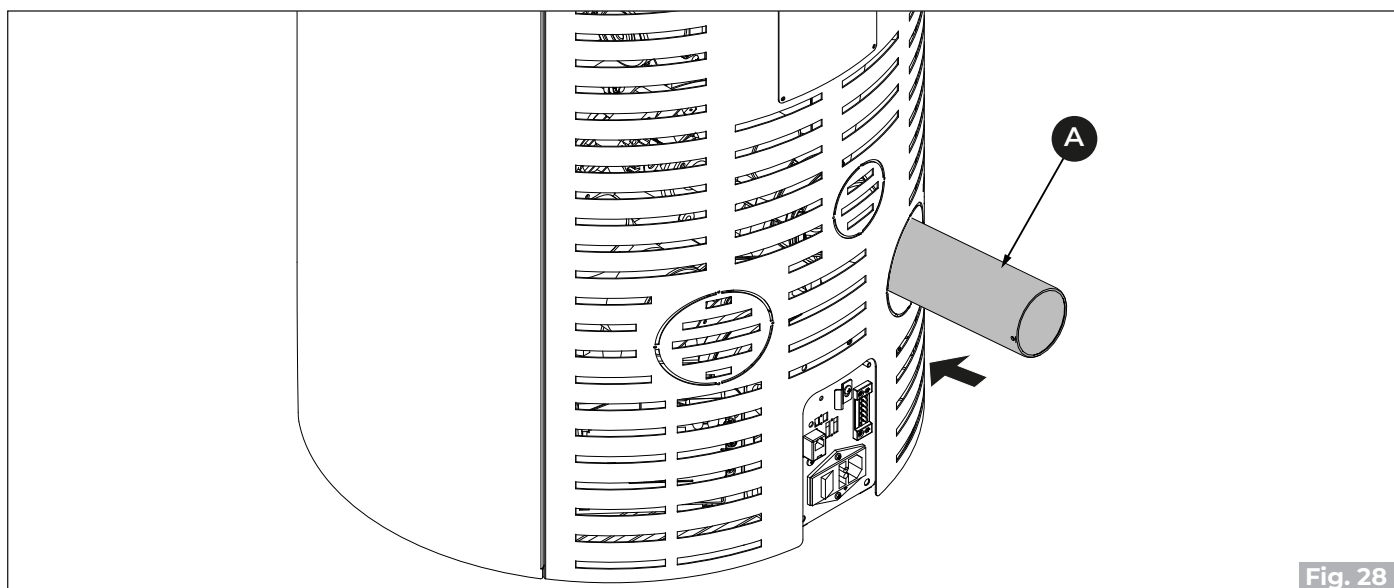

Fig. 28
- Schließen Sie das Rauchabzugsrohr **(A)** („Fig. 28“).